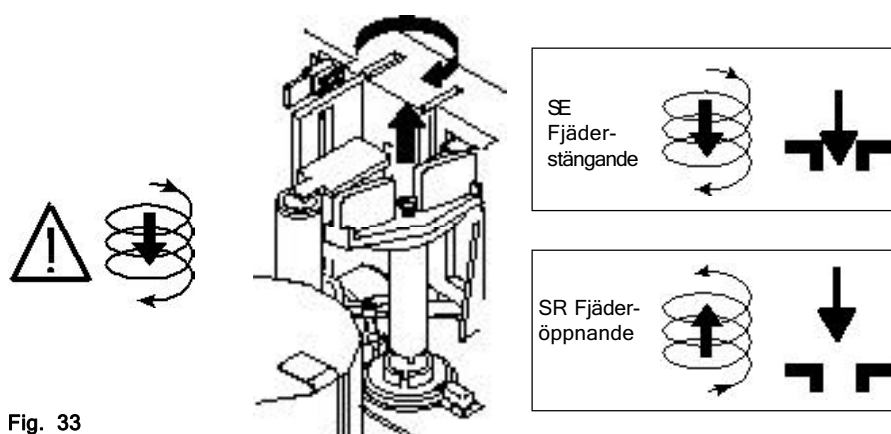

Fig. 33
Fjäderhandtaget kommer att få rekyt medsols då det är fjäder stängande (SE) ställdon och motsols vid fjäderöppnande (SR) ställdon (se fig. 33).